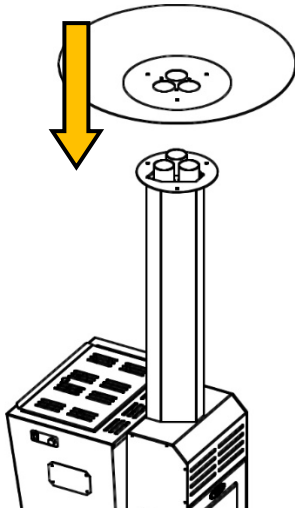

Fig. 4
- 3 Appoggiare la parabola inferiore (Fig.4)